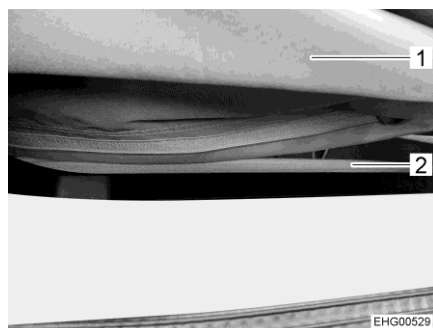

Bild 49 Dragkedja
- Öppna dragkedjan helt (Bild 49,2) på undersidan av blåsbalgen (Bild 49,1).